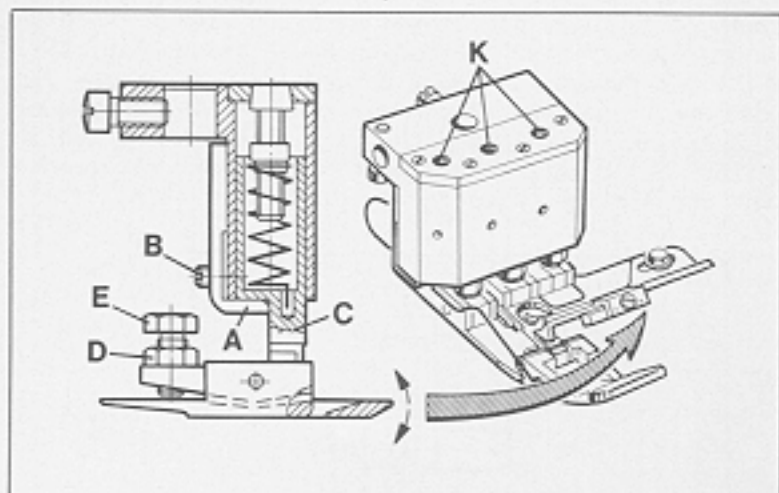

Fig. 47
The tipping angle of the presser foot bottom in the middle is adjustable. For adjustment remove the presser foot. Loosen nut (D, Fig. 47) and adjust with screw (E) the required tipping angle. Retighten nut (D).
With the six screws (B, Fig. 47) the stop plate (A) for the three guides (C) for the two presser foot bottoms and the yielding section is adjusted so the bottoms and the yielding section will spring freely but do not turn laterally.
Der Kippwinkel der mittleren Drückerfußsohle ist einstellbar. Bauen Sie zur Einstellung den Drückerfuß aus. Lösen Sie die Mutter (D, Fig. 47) und stellen Sie mit der Schraube (E) den gewünschten Kippwinkel ein. Ziehen Sie die Mutter (D) wieder an.
Mit den sechs Schrauben (B, Fig. 47) wird die Anschlagplatte (A) für die drei Führungen (C) der beiden Drückerfußsohlen und des Seitenteils so eingestellt, daß Sohlen und Seitenteil frei federn aber sich seitlich nicht verdrehen können.